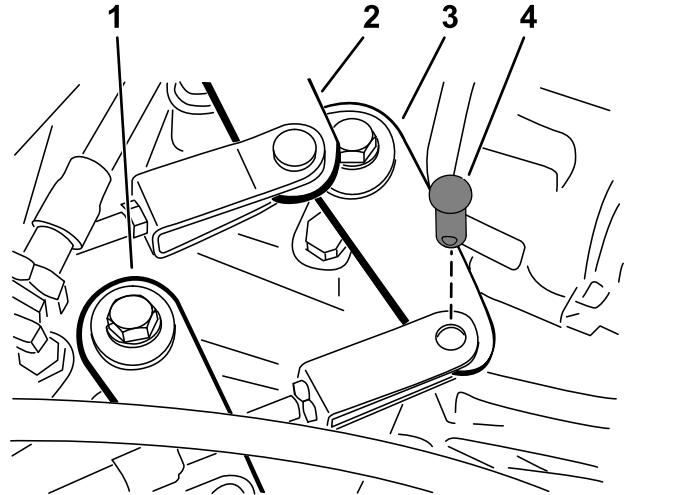

Bild 44
2. Nehmen Sie die Lastösenbolzen ab, mit denen die Schaltzüge an den Getriebebeschalthebeln befestigt sind (**Bild 44**).
1. Nehmen Sie den Lastösenbolzen ab, mit dem der Zug (schneller/langsamer Gang) am Getriebe befestigt ist (Bild 44).